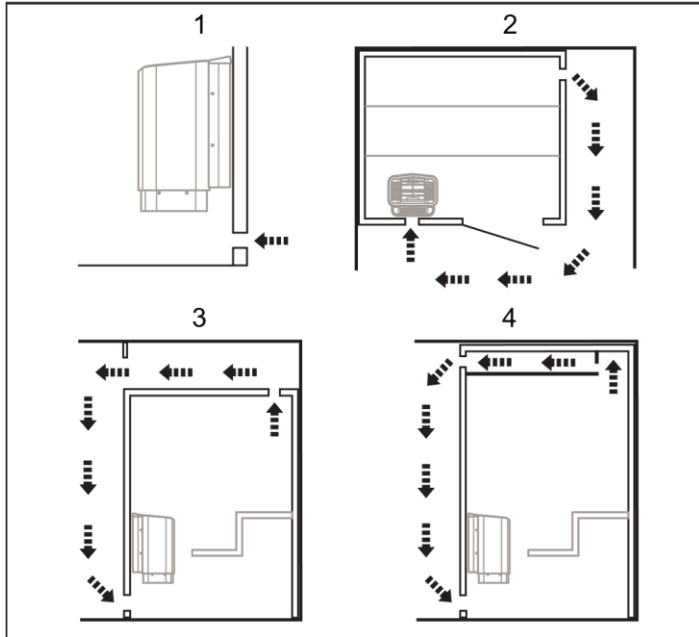

Figura 7: Posizionamento delle prese d'aria e di scarico
- alla massima distanza possibile dalla presa d'aria, ad esempio in diagonale (cfr. figura 7).
- in alto sulla parete o nel soffitto (vedi Figura 7).